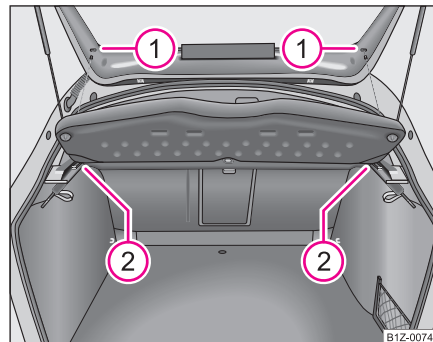

Fig. 83 Desmontaje de la cubierta del maletero
- Desenganche las cintas de retención en el portón trasero de ① ⇒ fig. 83.
- Extraiga la cubierta de la fijación ② horizontalmente hacia atrás.
- Para volver a efectuar el montaje, introducir primero la cubierta del maletero en la fijación ② y, a continuación, enganchar las cintas de retención ① en el portón trasero. ►